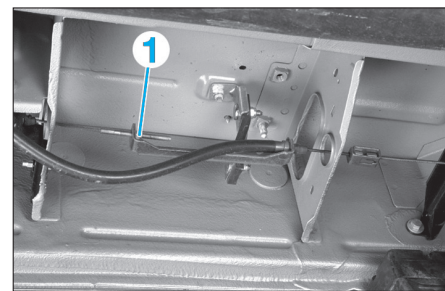

Fig. 10
- Détendre les câbles en dévissant l'écrou (1) (Fig.10).